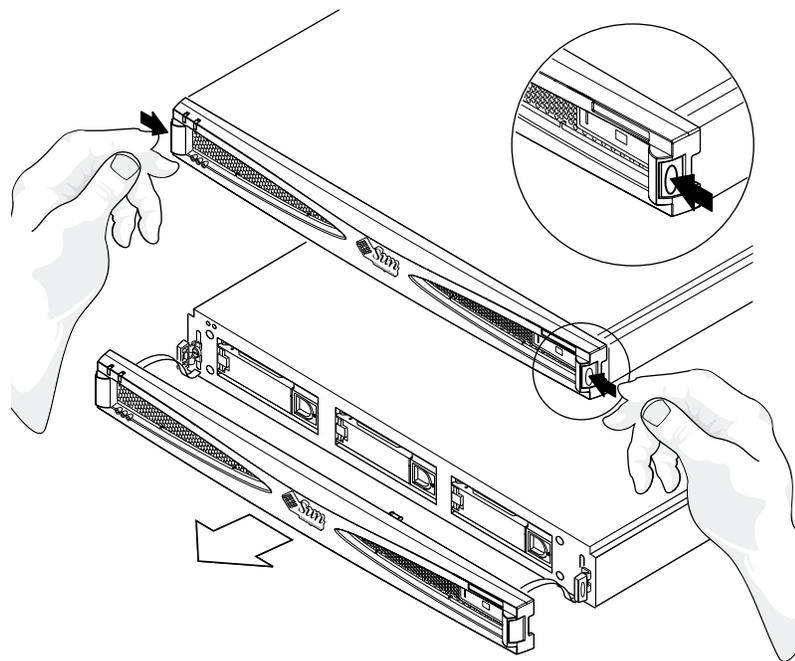

図 5-7 正面ベゼルの取り外し
1. 正面ベゼルの両側面にあるにラッチを押して、格納装置から正面ベゼルを取り外します (図 5-7 を参照)。